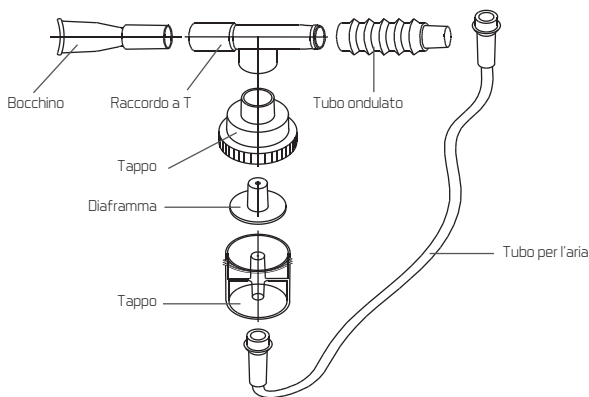

Figura 8: Componenti del nebulizzatore
› Togliere il tubo dell'aria, togliere il bocchino, tirare verso il basso il contenitore del nebulizzatore, eliminare il medicinale restante nel contenitore e quindi lavare il tubo dell'aria, il bocchino, il tappo del nebulizzatore, il diaframma del nebulizzatore, il nebulizzatore, il tubo ondulado, il raccordo a T, ecc. con acqua pulita o immergerli in acqua calda per 15 minuti. Per pulirli per bene, è possibile aggiungere un po' di aceto nell'acqua (NOTA: **NON** bollire gli accessori di cui sopra né lavarli in acqua bollente, potrebbero deformarsi per il calore). Dopo aver completato la pulizia, asciugare i componenti prima della conservazione (il montaggio del nebulizzatore è illustrato nella figura 8).
- 1) Dopo la nebulizzazione, rimuovere il nebulizzatore dal concentratore di ossigeno. Spegnerne il concentratore di ossigeno, scollegare il tubo, rimuovere il tappo, smontare il nebulizzatore come illustrato nella Figura 8.